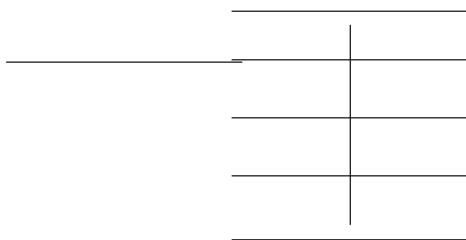

图 2-41 完成复制
- (6) 单击完成移动操作，如图 2-41 所示，如果要更精准地移动图元，在移动过程中输入要移动的距离即可。